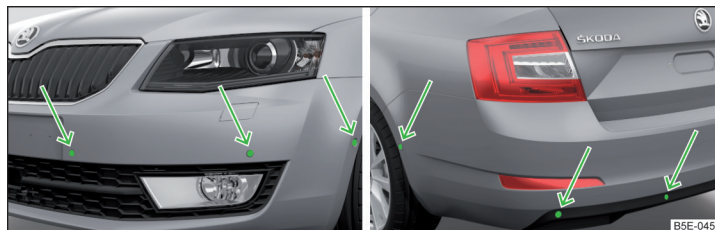

Fig. 157 Lieu d'installation des capteurs sur le côté gauche du véhicule : avant/arrière
- Maintenir les capteurs du système » fig. 157 à la page 148 propre, ils ne doivent pas être recouvert de neige, ni de gel ou tout autre objet. Autrement la fonction du système est limitée.
Le système calcule sur la base d'ondes ultrasons la distance entre le pare-chocs et un obstacle. Les capteurs ultrasons se situent en fonction de l'équipement du véhicule sur le pare-chocs arrière ou aussi avant » fig. 157.